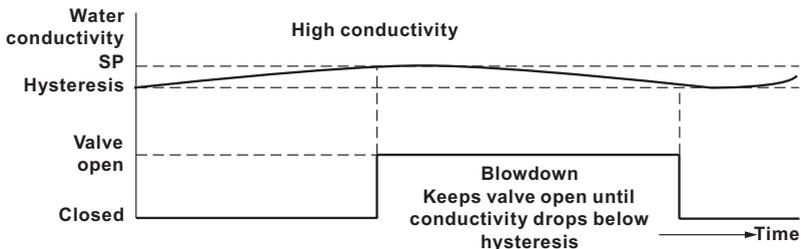

Abb. 16 ON-/OFF-Regelung ohne Ableitung
Wird verwendet, wenn die Elektrode im Dampfkessel montiert ist. Die Elektrode ist in der Lage, die Leitfähigkeit von der Elektrodenspitze bis zur Kesselwand ständig zu überwachen. Wenn der Absalzungs-/Leitfähigkeitswert den Sollwert (SP) überschreitet, öffnet das Ventil und bleibt offen, bis der Absalzungs-/Leitfähigkeitswert unter die Hysterese fällt. Siehe Abb. 16.